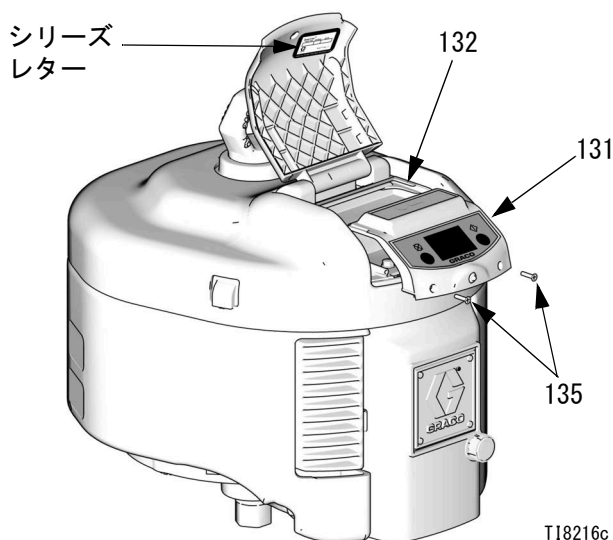

図 4. DataTrak モジュールの取外し
1. スクリュー (135) 2 本を外します。DataTrak モジュール (131) をハウジング (132) から注意して滑らせて取り出します。図 4 を参照してください。